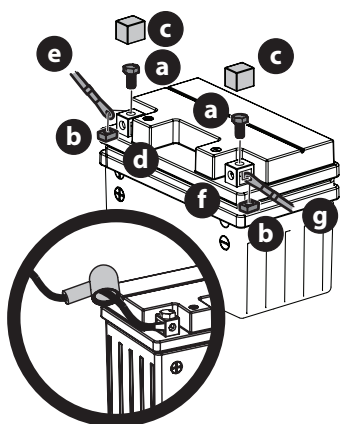

Figure 18
1. Retirez les boulons hexagonaux (a) et les écrous carrés (b) situés à l'extrémité du faisceau de fils électrique ou dans le sac avec ce manuel. Gardez la quincaillerie pour utilisation ultérieure (Figure 18 à la page 88).
2. Enlevez le couvercle en plastique (c), si équipé, de la borne positive (d) de la batterie et attachez le câble rouge (e) à la borne positive (b) de la batterie avec le boulon (a) et l'écrou carré (b) retirés à l'étape 1. Utiliser un tournevis Philips (Figure 18).
3. Placez la gaine en caoutchouc rouge au-dessus de la borne positive de la batterie pour aider à la protéger contre la corrosion. Voir l'encadré dans Figure 18.
4. Enlevez le couvercle en plastique (c), si équipé, de la borne négative de la batterie (f) et attachez le câble noir (g) à la borne négative de la batterie (f) avec le boulon (a) et l'écrou carré (b) (Figure 18).